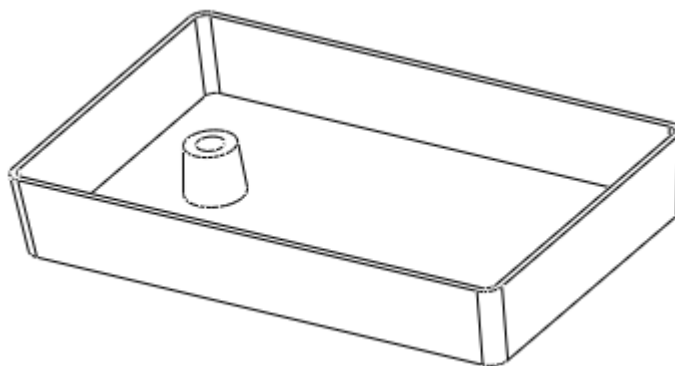

图 46-17
- (4) 修改拔模角度为 5° ，单击  按钮，完成特征的建立，如图 46-17 所示。